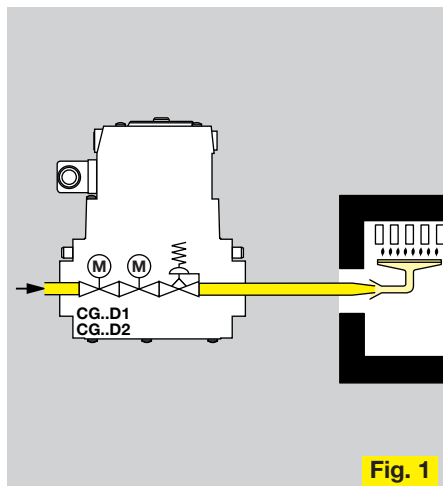

Fig. 1
- Fig.1 1-ступ. специальный отопительный котёл, 1-ступ. настенный отопительный котёл